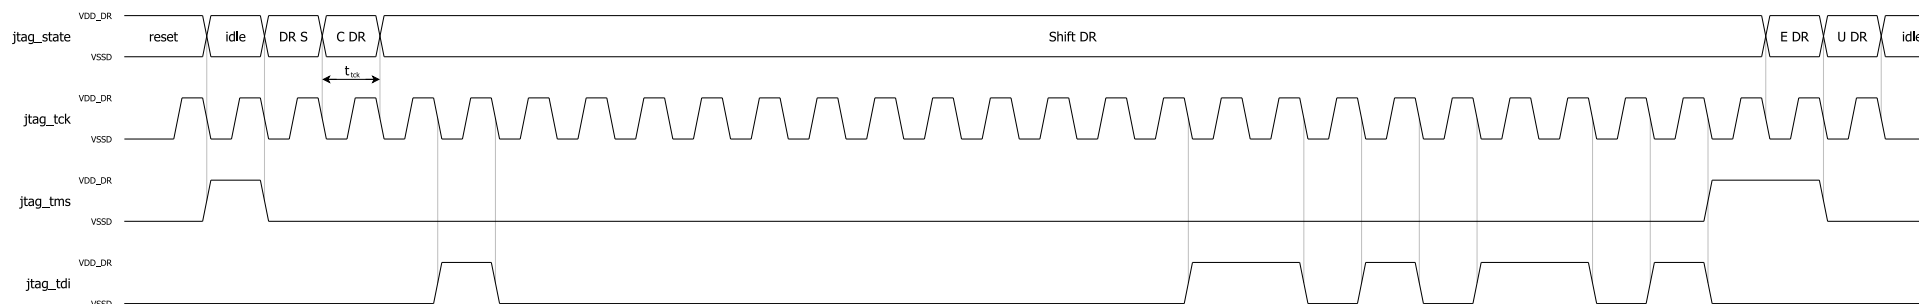

Рисунок 9. Пример записи в память программ через интерфейс JTAG
- запись в память данных осуществляется аналогично записи в память программ (Рисунок 9);
8) для записи в память программ (блок RAM_ROM_4KB) необходимо последовательно, используя регистр данных инструкции JTAG_ROM_ACCESS, производить JTAG транзакции записи (Рисунок 9);